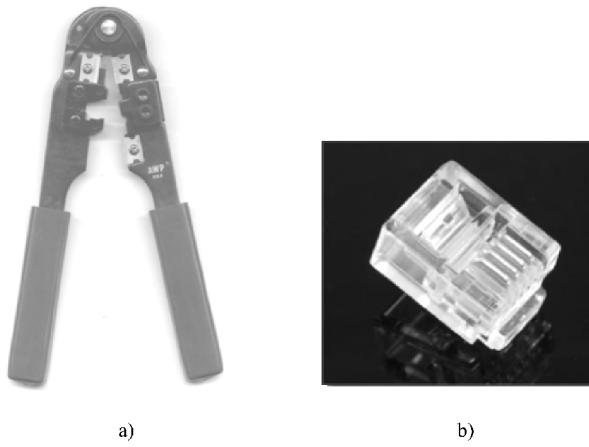

图 4-62 压线钳与 RJ - 11 水晶头
1) 备好网络连接的设备和器材，电话线的水晶头被称为 RJ - 11 接头，如图 4-62 所示。然后检查电话线水晶头的插头和接口是否良好。